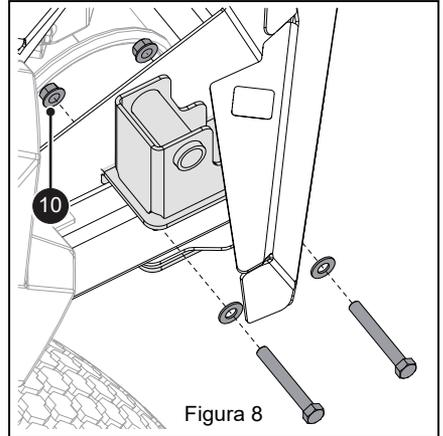

Figura 8
- Fije la embolsadora al marco y el escudo térmico con cuatro pernos hexagonales, cuatro arandelas planas de acero y cuatro tuercas empotrables (pieza 10). No los apriete a fondo. Consulte Figura 8.